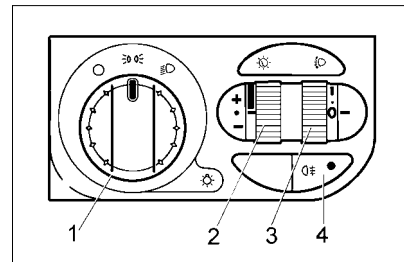

Рис. 34. Модуль управления светотехникой
**1 – переключатель наружного освещения** (рис. 34) имеет три фиксированных положения: